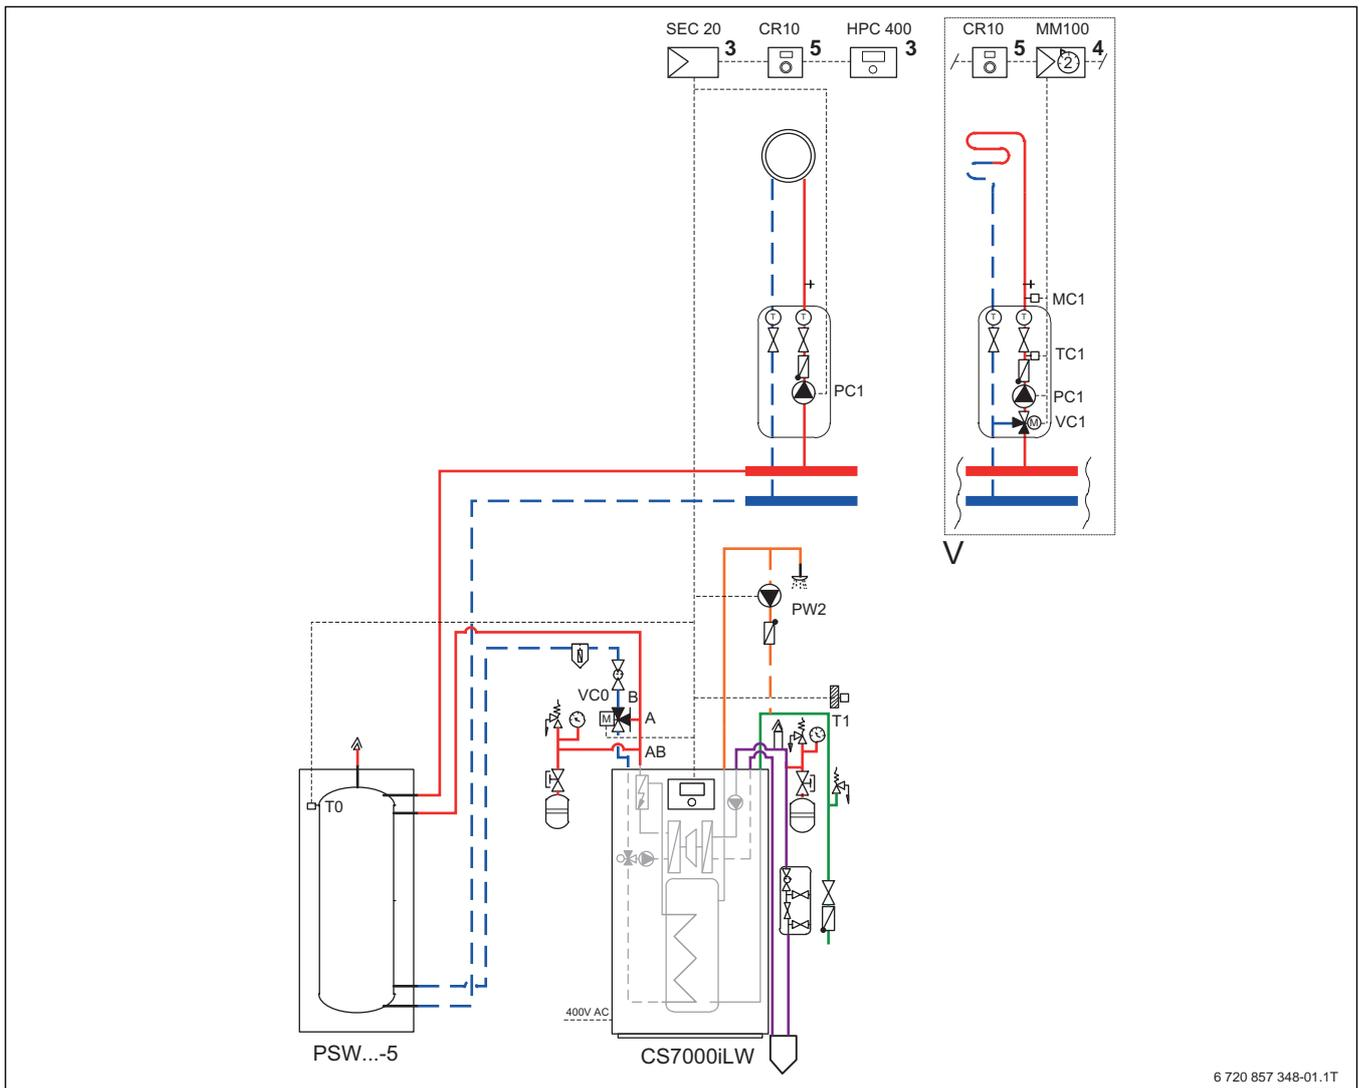

Bild 3 Anlagenschema
- Zur Trennung zwischen Erzeuger- und Verbraucherkreis ist ein Bypass (im Lieferumfang der CS7000iLW enthalten) zwischen Vor- und Rücklauf erforderlich, um den Mindestvolumenstrom bei geringer Abnahme im Heizkreis sicherzustellen. Alternativ kann auch ein Pufferspeicher verwendet werden (→ Anlagenschema, Bild 3, Seite 11).